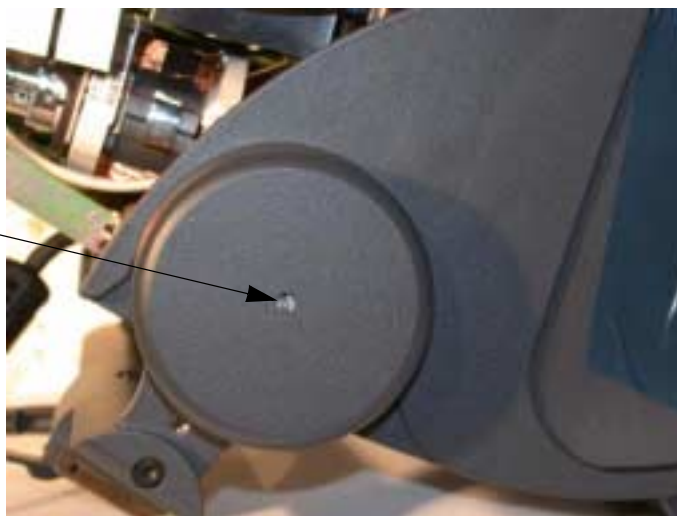

Figure 1.12 : Réglage de la friction du viseur
- Le réglage de dureté de la friction s'effectue au moyen de la vis centrale du support côté gauche (figure 1.12).